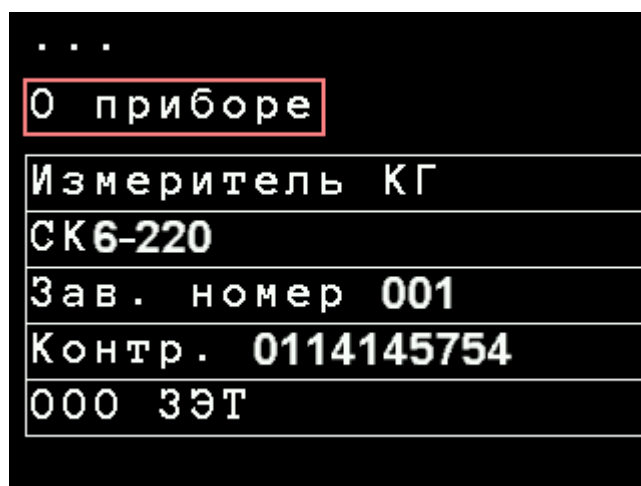

Рисунок 2.5. Подменю «О приборе ...»
- подменю «О приборе ...», которое служит для отображения индивидуальных данных конкретного экземпляра измерителя (см. рисунок 2.5);